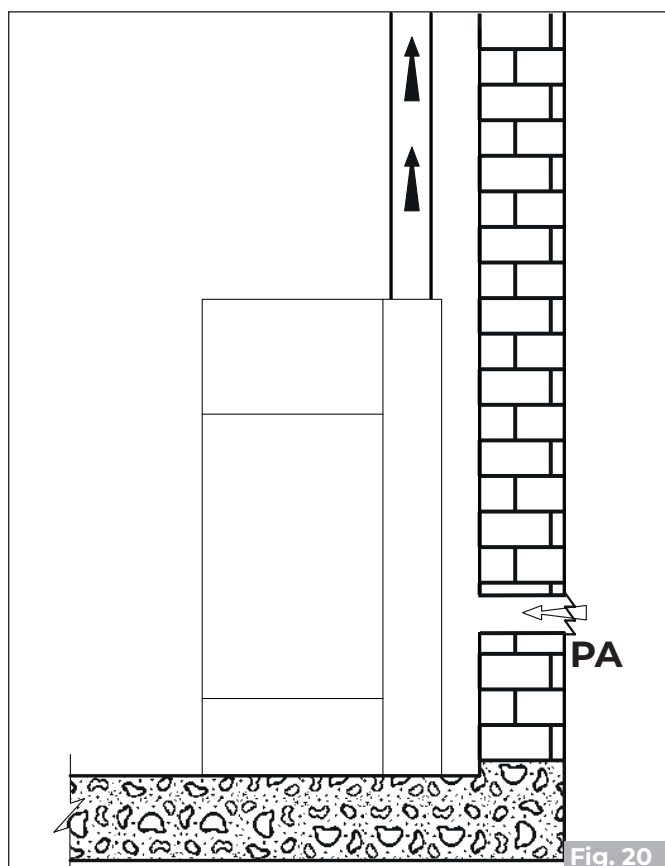
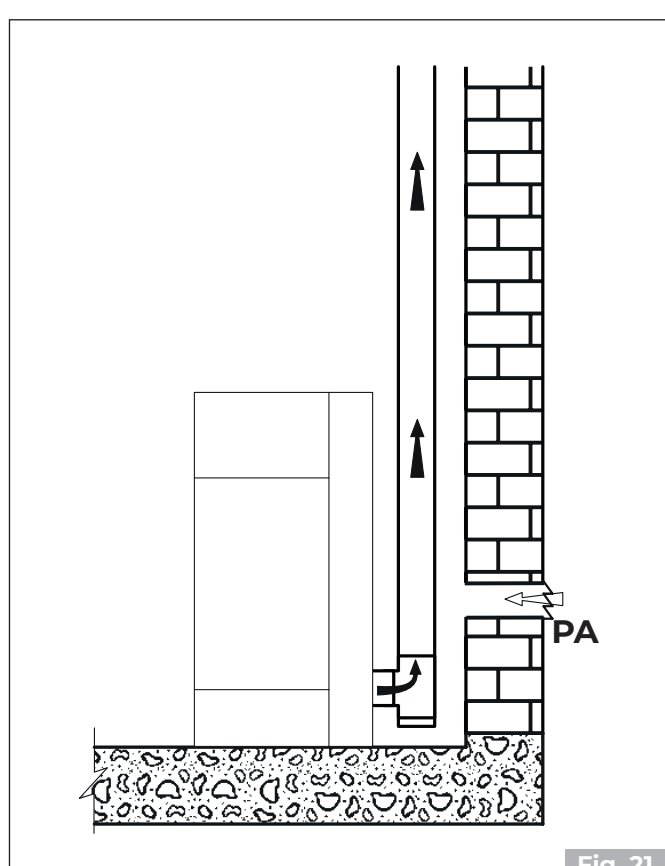

Fig. 20
Fig. 21
- može doći iz prostorije u kojoj se obavlja ugradnja ili odgovarajućih susjednih prostorija (**Fig. 20 – Fig. 21**)
Napravite usis za zrak na zidu (**Fig. 20 i Fig. 21 – PA** = usis zraka) i ostavite da uređaj povuče zrak iz prostorije, pazeći da dio valovite cijevi priključite na cijev za usis zraka, ako ona postoji, te je pričvrstite i savijte malo prema dolje kako ne bi došlo do rezonancije.